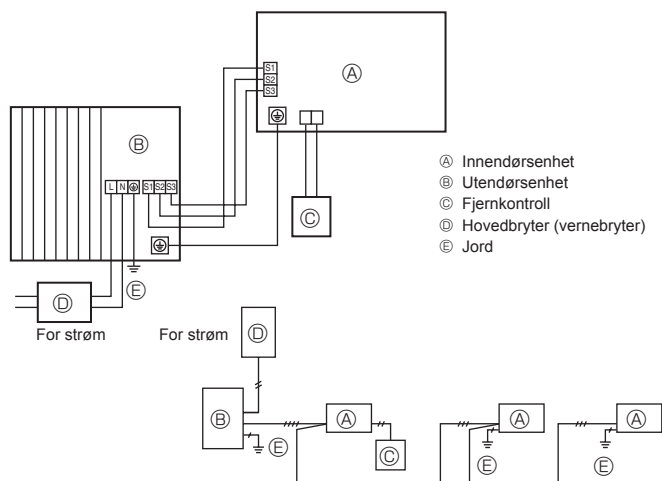
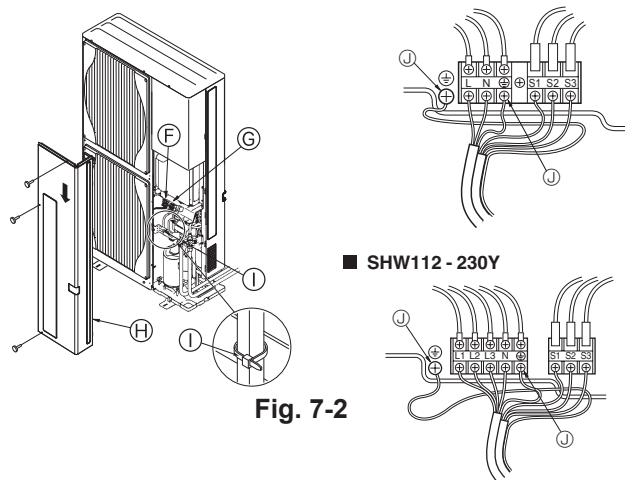

Fig. 7-1
Fig. 7-2
7.1. Utendørsenhet (Fig. 7-1, Fig. 7-2)
- ① Fjern servicepanelet.
- ② Kople til kablene med henvisning til Fig. 7-1 og Fig. 7-2.